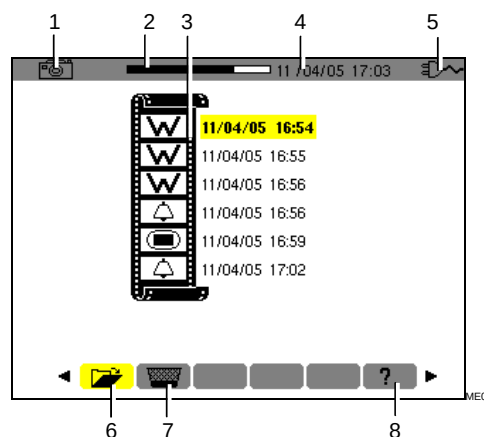

Figura 42: ejemplo de visualización de una lista de fotografías de pantalla.
La pantalla presenta la lista de las fotografías de pantalla almacenadas (Figura 42).
1. Una vez en pantalla la lista de las fotografías de pantallas (Figura 42), verificar que el submenú  (en la parte inferior de pantalla) está seleccionado.
4. Volver a la lista de las fotografías de pantallas (Figura 42) mediante →.
1. Una vez en pantalla la lista de las fotografías de pantallas (Figura 42), seleccionar el submenú  (parte inferior de la pantalla) con ◀▶.